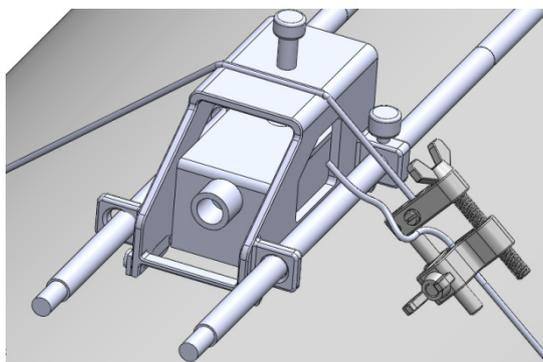

图3-12换能器紧固装置固定
(3) 将换能器紧固装置组放置在管路打磨区域内，换能器紧固装置底部两侧的强磁铁将换能器紧固装置吸附在管路外壁上。使各支换能器固定框内边缘与管路上所画的圆周线对齐，并确保换能器紧固装置两侧连接杆与管路平行；
(5) 把钢丝绳固定端缠绕在钢丝绳拉紧器的拉紧件A的螺柱上，用压紧螺母压紧，拉住钢丝绳自由端，将钢丝绳环绕管路，将换能器紧固装置围绕起来；
(6) 把钢丝绳自由端缠绕在钢丝绳拉紧器的拉紧件B的螺柱上，用蝶形螺母压紧；
(7) 顺时针转动钢丝绳拉紧器的拉紧螺杆，使钢丝绳拉紧器的拉紧件A带动钢丝绳固定端向钢丝绳拉紧器的拉紧件B移动，从而拉紧缠绕在换能器上的钢丝绳，如图3-12所示；